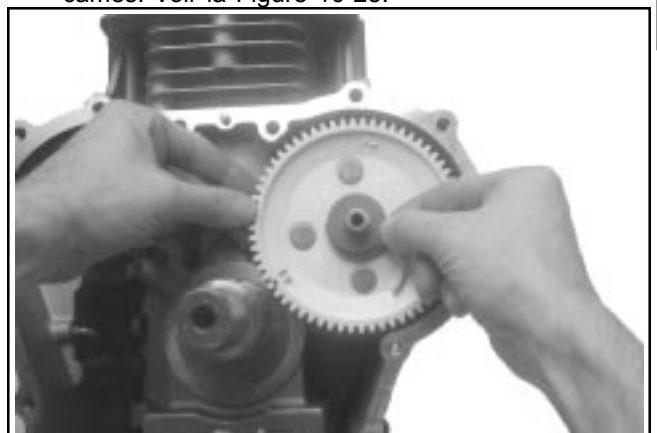

Figure 10-25. Installation des engrenages à cames côté échappement.
5. Lever le levier à cames côté échappement et installer l'engrenage à cames côté échappement avec le décompresseur automatique sur l'arbre à cames en engageant la fente sur le téton d'entraînement supérieur. Tourner l'engrenage et l'arbre de manière à ce que la marque « EX » de l'engrenage à cames se place à la position 8 heures. Installer la rondelle de butée sur l'arbre à cames. Voir la Figure 10-25.